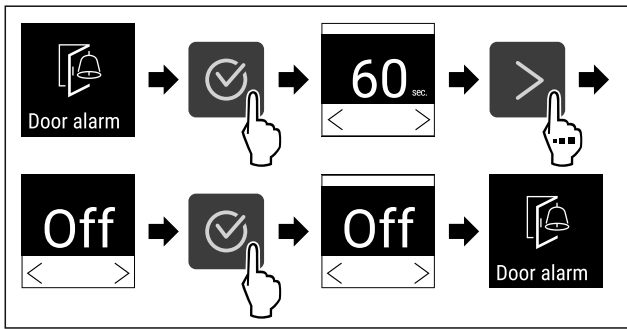

Fig. 96
- ▶ Efectuați pașii de acțiune (vezi Fig. 96) .